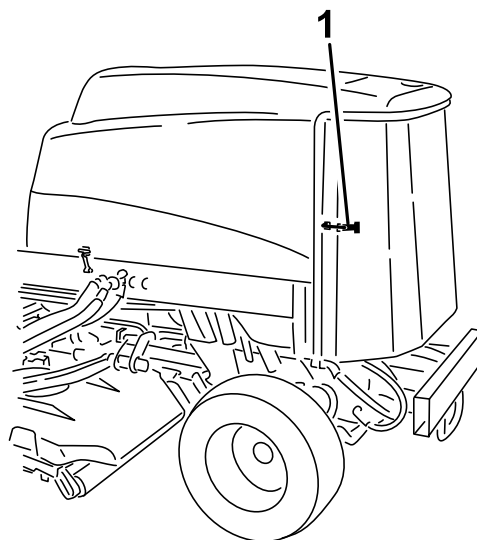

Figure 63
1. Déverrouillez et ouvrez la grille arrière (Figure 63).